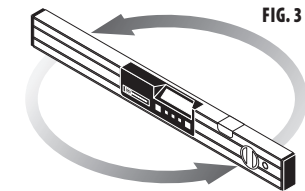

FIG. 3
Step 2: Rotate SMARTTOOL™ end-for-end on the flat surface with the display now facing away from you. Wait 10 seconds. (see fig. 3)
Paso 2: rote el nivel sobre la superficie horizontal. El visualizador digital debe quedar alejado de usted. Espere 10 segundos. (vea la Fig. 3) Presione el botón CALIBRADOR por 2 segundos hasta que en el visualizador digital aparezca CAL 2.